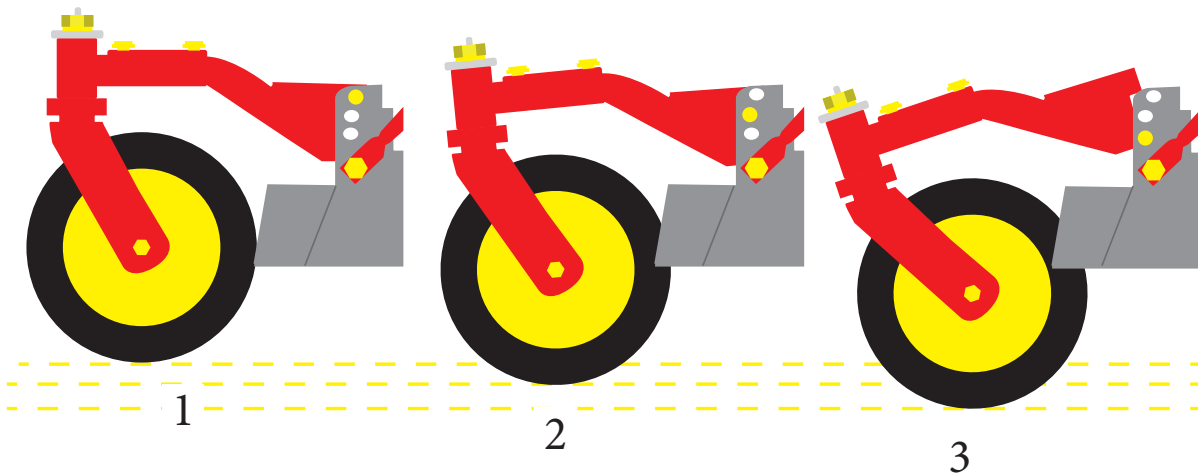

Abb. 15
Die Standard Position des Befestigungsstiftes ist die mittlere Bohrung (Abb. 15 pos. 2).
Die niedrigste Position ist in der oberern Bohrung (Abb. 15 pos. 1).
Die höchste Position ist die unterste Bohrung (Abb. 15 pos. 3).